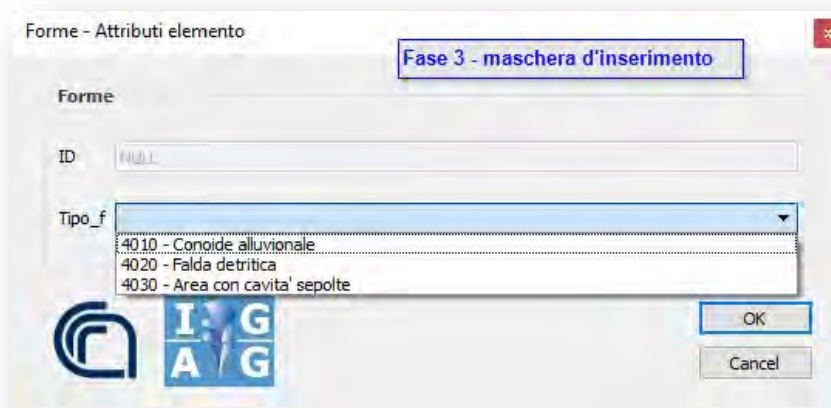

Figura 16 – Fase 3: maschera d'inserimento
- una volta conclusa la digitalizzazione (pulsante destro del mouse), QGIS aprirà automaticamente la maschera di inserimento degli attributi relativi alla geometria appena creata (Figura 16);